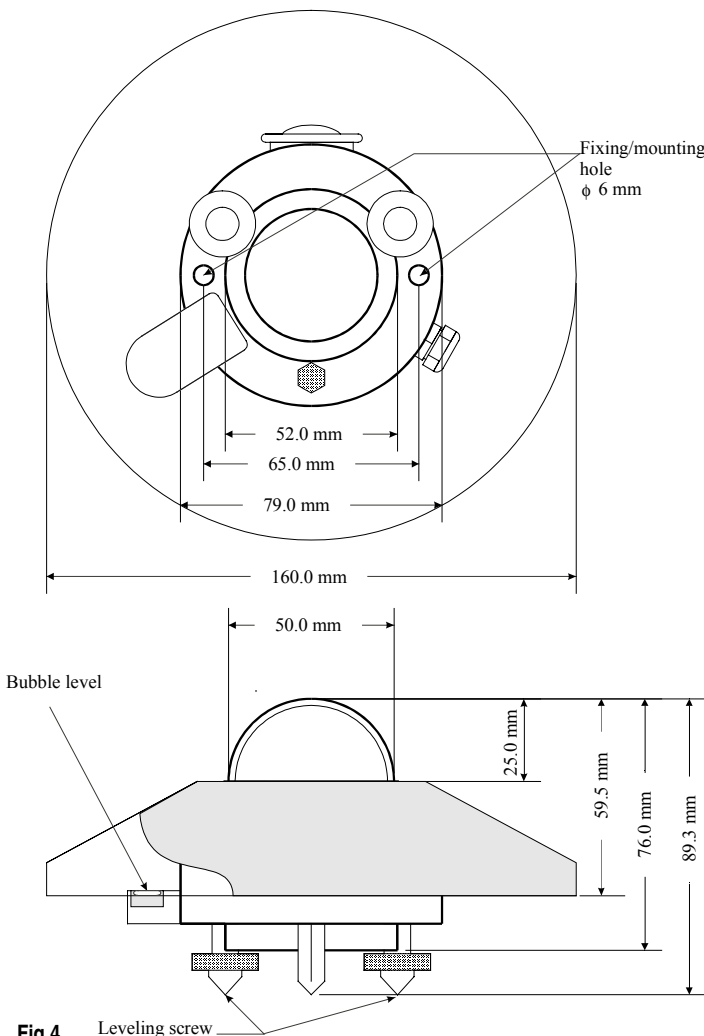

Fig.4
Dimensions:	figure 4
- Zur Befestigung auf einer Ebene dienen die beiden vorgebohrten Löcher (Durchmesser 6mm, Abstand 65mm). Um diese beiden Löcher erreichen zu können, muß der Schutzschirm abgeschraubt und nach der Montage erneut positioniert werden (siehe Abb.4).
Abmessungen:	siehe Abb.4